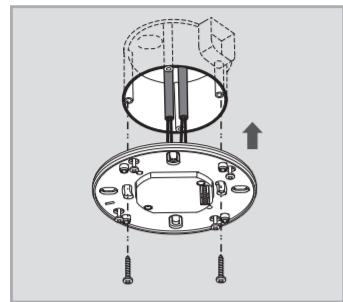
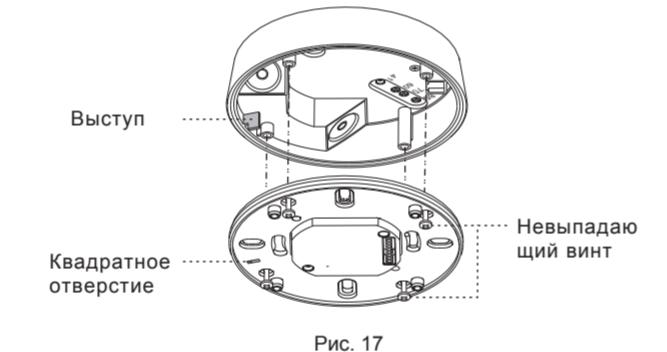

Рис. 9
Рис. 17
4.4.1.3 Закрепите силовую коробку в распределительной коробке по европейскому стандарту двумя винтами (см. рис. 9).
4.4.3.5 См. правильное подключение проводки на схемах подключения (см. рис. 5 и 6). В крепящей пластине имеется квадратное отверстие. При установке крепящей пластины в распределительную коробку приложите лаз к выступу распределительной коробки (см. рис. 17), а затем установите головную часть датчика на силовую коробку согласно рис. 9 и закрепите 4 невыпадающими винтами из комплекта поставки.